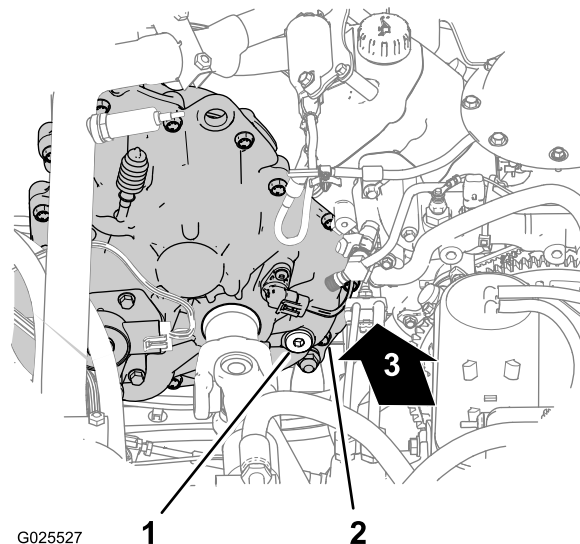
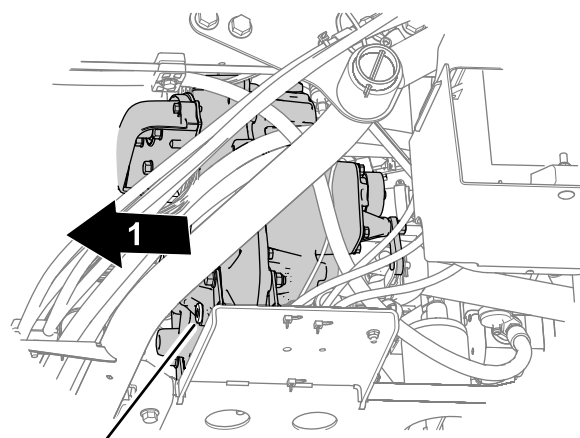

図 68
図 69
2. トランスミッションの後部、車幅方向内側の低い位置にある補給用プラグ、および、トランスミッションの前部、車幅方向外側にあるドレンプラグを探し出す 図 68と 図 69。
3. 補給ポートから補給プラグを外すプラグを左に回す 図 68。
4. ドレンプラグの下にオイルを受ける容器をおく 図 69。
5. ドレンポートからドレンプラグを外すプラグを左に回す 図 69。
6. ドレンプラグを取り付ける(図 69)。
7. 補給ポートから、トランスミッションオイル Dexron VI 700 ml を入れる(図 68)。
8. 補給プラグを取り付ける(図 68)。